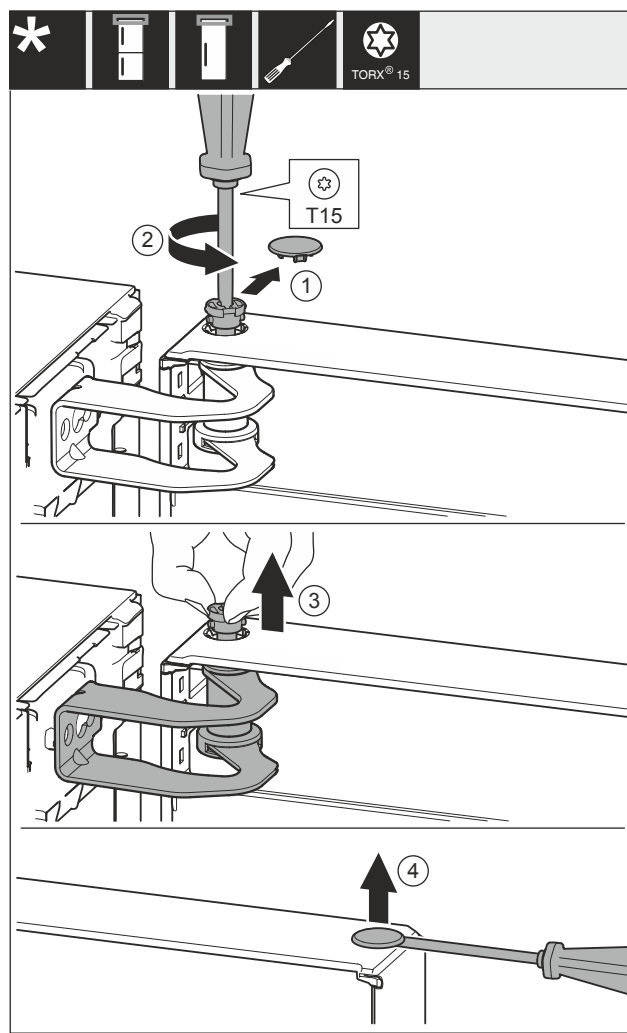

Fig. 27
- Opatrně sejměte kryt Fig. 27 (1).
- Šroubovákem o kousek vyšroubujte čep Fig. 27 (2).
- Čep Fig. 27 (3) vytáhněte prsty.
- Kryt Fig. 27 (4) opatrně nadzvedněte šroubovákem a odstraňte.